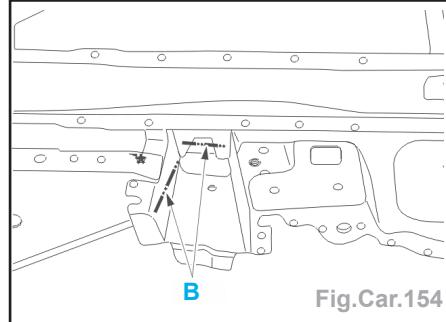

Fig.Car.154
- Découper par fraîsage des points, par meulage des points (suivant B) et déposer le support suspension assemblé (Fig.Car.154).